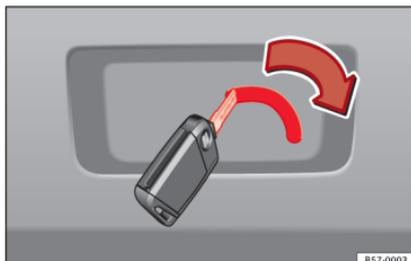

Abb. 8 Ausschnitt Gepäckraum: Notfallentriegelung.
- Drücken Sie zur Entriegelung der Heckklappe den Hebel mit dem Schlüsselbart in Pfeilrichtung » » **Abb. 8**.